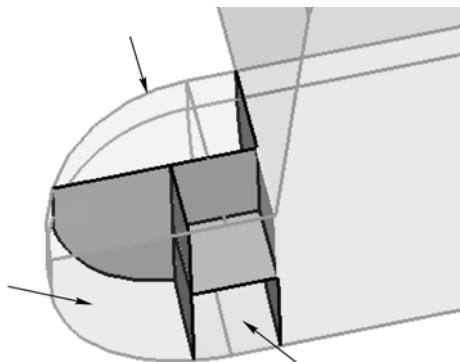

图 5-10 选择 3 个实体
- (1) 进入 merge 面板。
- (2) 在 to be merged 下的 solids 选择器激活的状态下选择如图 5-10 所示 3 个实体。